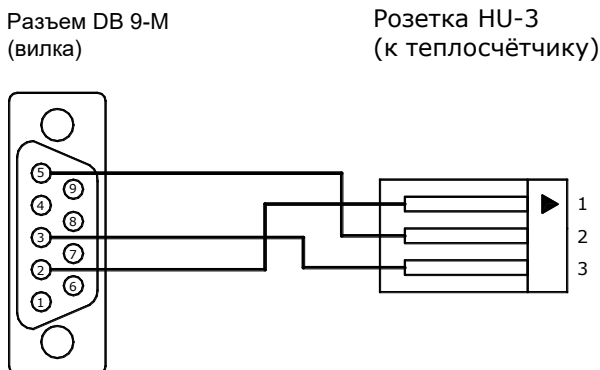
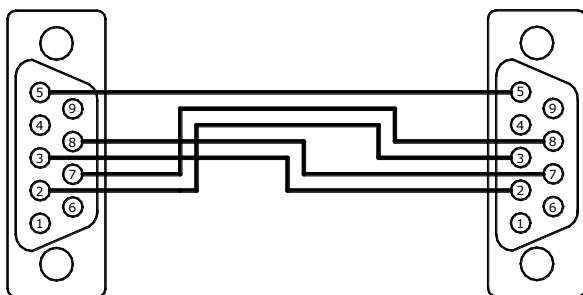

Рис. 7.4 Переходной кабель RS-232С (ТЭМ-106 – АПД)
Рис. 7.5
7.6.2 В случае, когда теплосчетчик поставляется с установленным переходным кабелем (см. карту заказа, ПРИЛОЖЕНИЕ А), для считывания данных по интерфейсу RS-232С в ПК необходимо подключить к переходному кабелю, изображенному на рис. 7.4, нуль-модемный кабель (см. рис. 7.5).